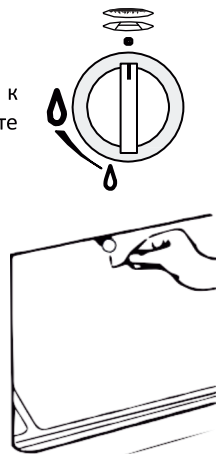

Рис. 7
Чтобы зажечь конфорку, откройте дверцу духовки, нажмите на ручку крана конфорки духовки и поверните её против часовой стрелки в положение «максимум» (рис.2). Одновременно с этим поднесите зажженную спичку к конфорке (рис.7). После того, как конфорка зажжется полностью, отпустите ручку крана и убедитесь, что пламя не погасло.
1. Поместите пищу на вертел (2) и закрепите с помощью зубцов (3).
2. Вставьте решетку вертела (4) в духовку.
3. Вставьте наконечник вертела в шпindel, который находится в задней части духовки, а втулку (6) в решетку вертела.
4. Установите противень (7), чтобы сок стекал на него.
5. Поверните ручку крана верхней конфорки (гриль) на панели управления против часовой стрелки и поднесите зажженную спичку к верхней конфорке духовки (рис.7).